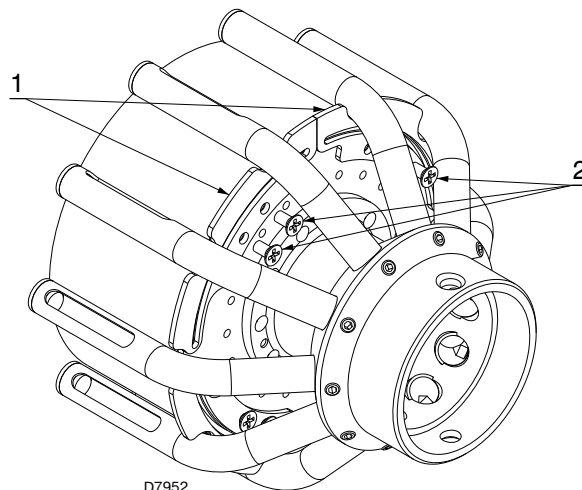

Рис. 18
- снять 8 винтов 2) (Рис. 18);